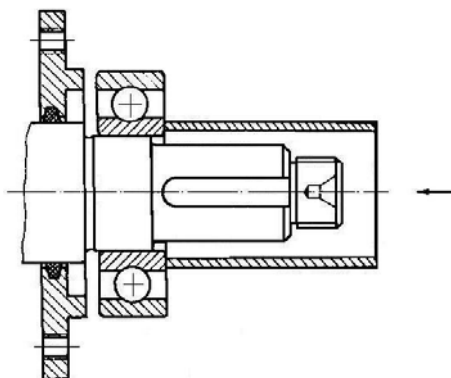

Рис. 23 Оправка
- нагреть подшипники в масле до температуры 80°C и надеть их на вал при помощи трубчатой оправки (рисунок 23);